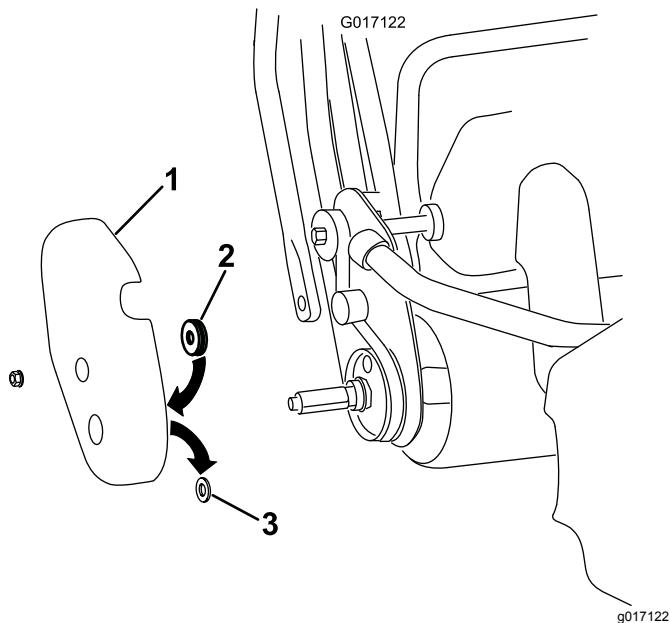

Figura 5
- Retire la tapa del tambor del lado derecho de la máquina (Figura 5).
- Retire y deseche el anillo de goma del taladro del eje de la tapa del tambor (Figura 5).
- Coloque la junta de fielro en el interior de la tapa, alrededor del taladro del eje (Figura 5).